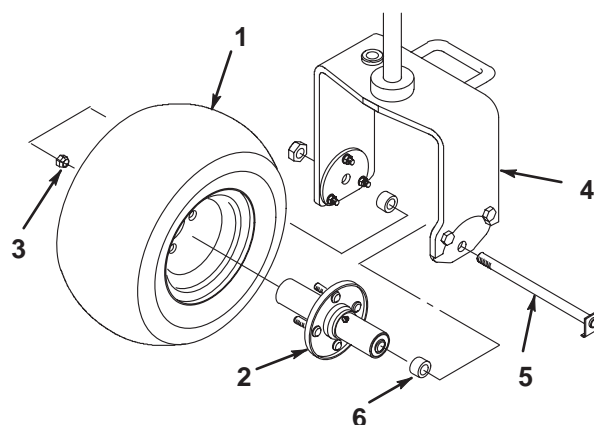

図 2
2. キャスタ・フォークからホイール・ボルトとロックナットを抜き取る (図 2)。
5. ボルトの頭の曲がった部分をアダプタ・プレートの下の縁に掛け (図 2)、ロックナットで固定する。車輪が自由に回転できるように、ロックナットを締めすぎないように注意する。